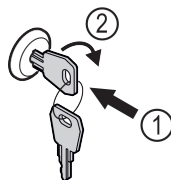

Fig. 161 Ενδεικτική απεικόνιση
- Πιέστε μέσα το κλειδί Fig. 161 (1).
- Περιστρέψτε το κλειδί 90° δεξιόστροφα Fig. 161 (2).